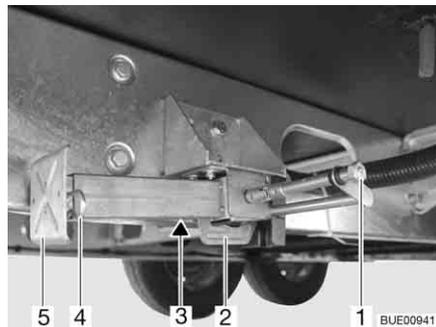

Bild 34 Hubstütze
- Am Sechskant (Bild 34,1) den Steckschlüssel aufstecken und drehen, bis die Hubstütze senkrecht nach unten steht.
- Wenn die Länge der Hubstütze verstellbar ist, den Splint (Bild 34,4) aus der Stützfußverlängerung (Bild 34,5) herausziehen.
- Am Sechskant (Bild 34,1) den Steckschlüssel aufstecken und drehen, bis die Hubstütze wieder vom Boden frei ist.
- Stützfußverlängerung (Bild 34,5) ganz einschieben und Splint (Bild 34,4) in die vorgesehene Bohrung an der Stützfußverlängerung stecken.
- Am Sechskant (Bild 34,1) drehen, bis die Hubstütze nach oben geschwenkt ist und die Führung (Bild 34,2) ganz am Ende des Schlitzes (Bild 34,3) ansteht.